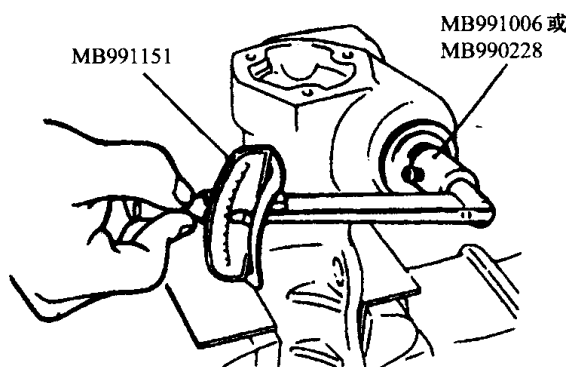

图7-16端盖的测量与调整
(2) 端盖的测量与调整见图7-16，起动力矩标准值为 $34.3 \sim 53.9 \text{ N} \cdot \text{m}$ 。若测量值不在规定范围内，可改变调整片进行调整。减少垫片，则起动力矩增大；反之，起动力矩减小。